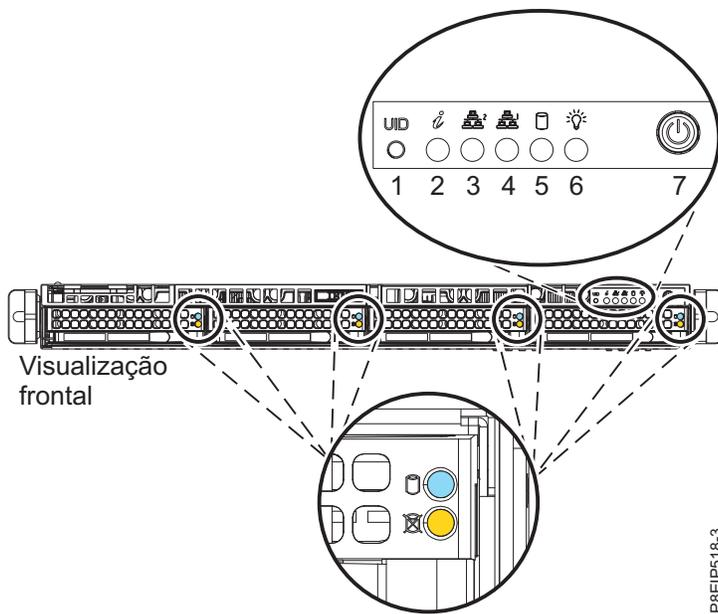

Figura 66. Comutador de energia para o 7063-CR1
2. Pressione o botão de energia (7) mostrado na Figura 66 na página 70. Você pode ter que pressionar o comutador por 0,5 a 3 segundos.